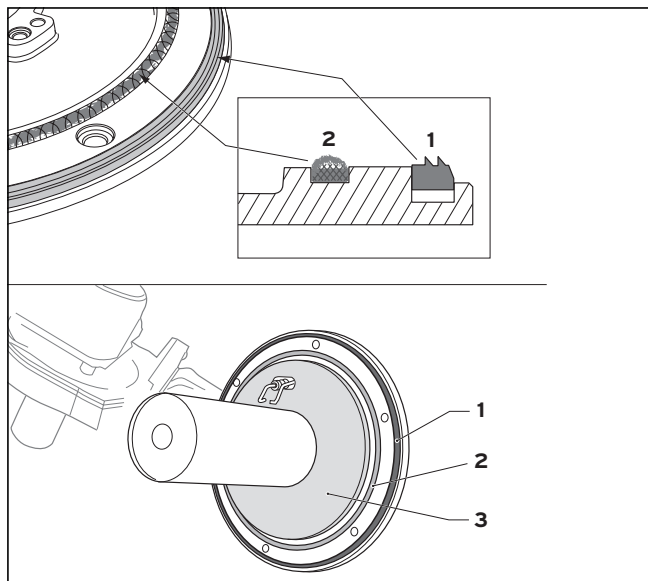

Рис. 7.2 Контроль уплотнений и изоляции фланца горелки
Силиконовое уплотнение (1) и силикатный шнур (2) на термо-модуле (рис. 7.2) (ЕТ-№ 180904) необходимо заменять при каждом техническом обслуживании. Изоляция фланца горелки (3) на термо-модуле (ЕТ-№ 180913) не должна иметь повреждений; в противном случае заменить ее.